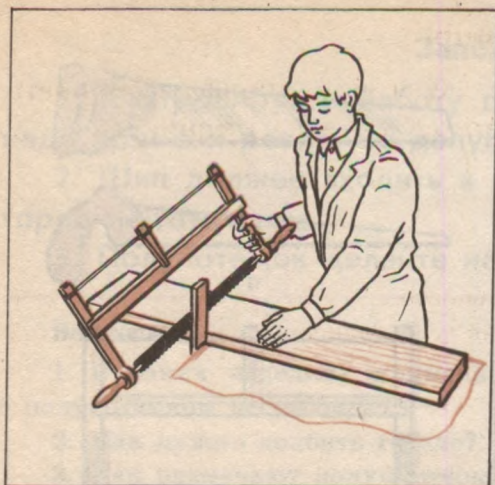

Рис. 145. Пиление поперек волокон на верстаке.
**Приемы пиления.** Один из самых распространенных приемов пиления — когда заготовку располагают вдоль верстака и закрепляют в зажимах или прижимают к упору (рис. 145).